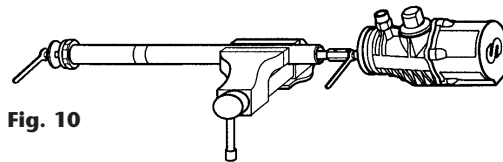

Fig. 10
4. Introduzca una llave plana en el fresado del eje pistón de aire. Afloje y quite la tuerca y retire la arandela (fig. 10).